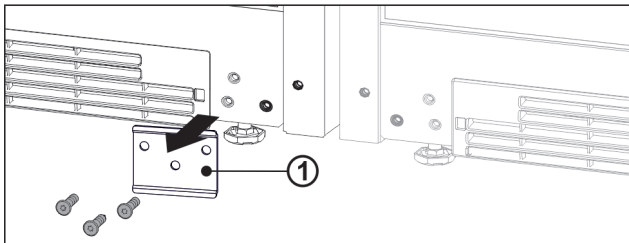

Fig. 14
- ▶ Si la chapa Fig. 14 (1) está instalada, se debe desatornillar.